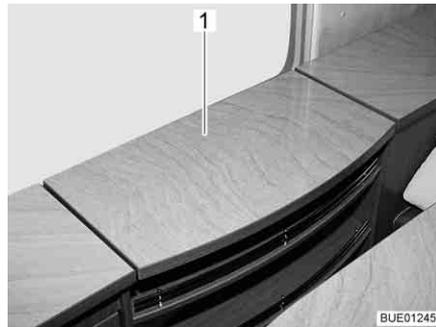
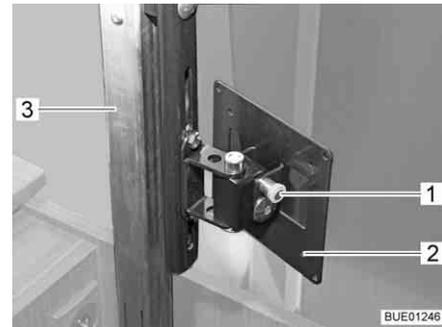

Fig. 55 Scomparto TV
Fig. 56 Meccanismo di sollevamento
- Spingere leggermente verso il basso il coperchio (Fig. 55,1) dello scomparto TV premendo sulla sua parte centrale. La colonnina di espulsione (Fig. 56,3) si sblocca e si sposta verso l'alto.
- Tirare il bottone di sbloccaggio (Fig. 56,1) e inclinare il supporto (Fig. 56,2) con lo schermo piatto nella posizione desiderata.
- Ruotare lo schermo piatto all'indietro nella sua posizione iniziale, finché il supporto (Fig. 56,2) non si innesta nel bloccaggio.
- Spingere in basso la parte centrale del coperchio (Fig. 55,1) opponendosi alla resistenza della colonnina di espulsione (Fig. 56,3) finché il bloccaggio non si innesta.